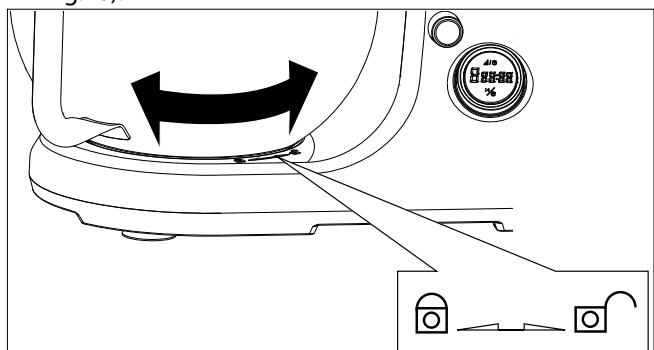

Fig. 8 – Introducir y bloquear la base giratoria
- ▶ Gire la base giratoria hasta el tope en dirección al símbolo del candado cerrado hasta que encaje (véase Fig. 8).